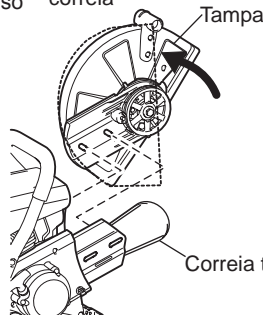

Fig. 2
- (3) Rode a tampa para a posição de linha quebrada. Retire a correia trapezoidal e, de seguida, retire o acessório de corte da Cortadora a Gasolina. Reposicione a pega. (Fig. 2)